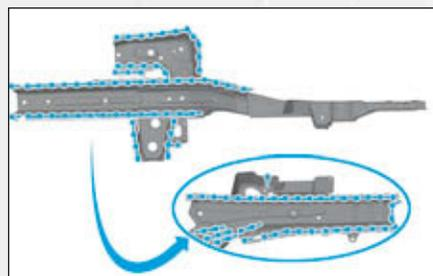

FIG.5
- Préparer les zones d'accostages sur la pièce neuve (Fig.5).